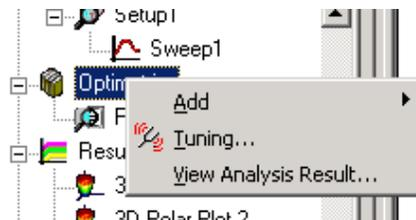

Рис. 8.13. Добавление режима параметрического анализа
- В дереве проекта, щелкните правой кнопкой мыши узел **Optimetrics**, для которого Вы хотите увидеть результаты, и затем нажмите **View Analysis Result** в меню (рис. 8.13).